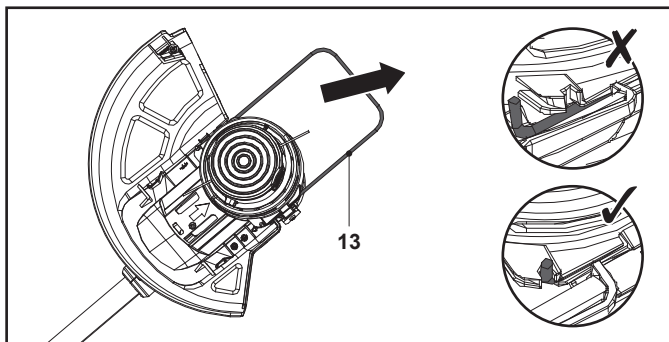

Fig. 12, posición de recorte / bordeado
1. Tire del protector de plantas (13) hacia fuera hasta que encaje en su sitio para la operación de recorte / bordeado (Fig. 12).